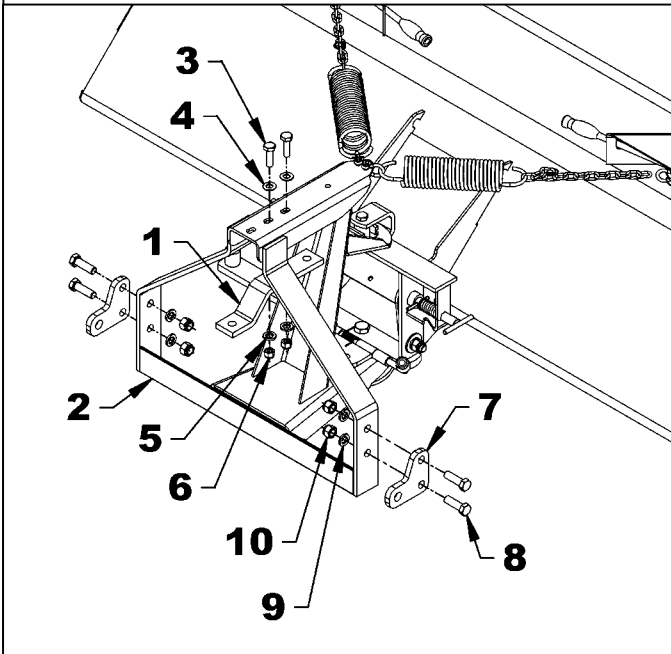

Figure 9C
- Si la distance A est égale ou plus petite que 3", utiliser l'option d'installation 2 - figures 9C-10C